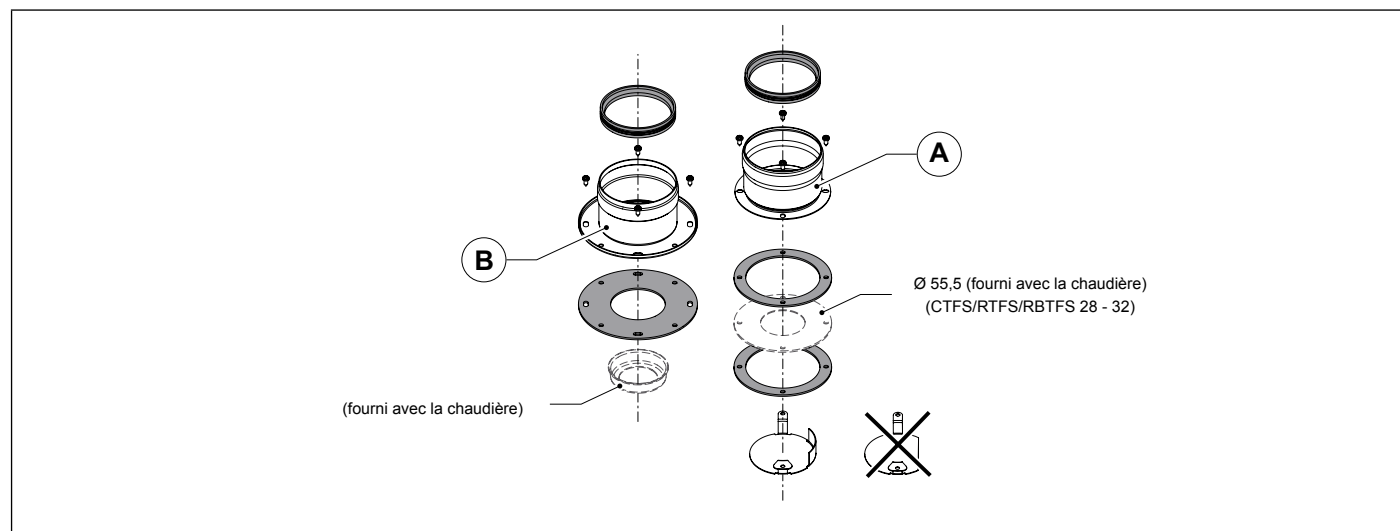

Fig. 13 OSDOPPIA13
- Installer le déflecteur d'air spécifique. (voir Fig. 13 OSDOPPIA13).